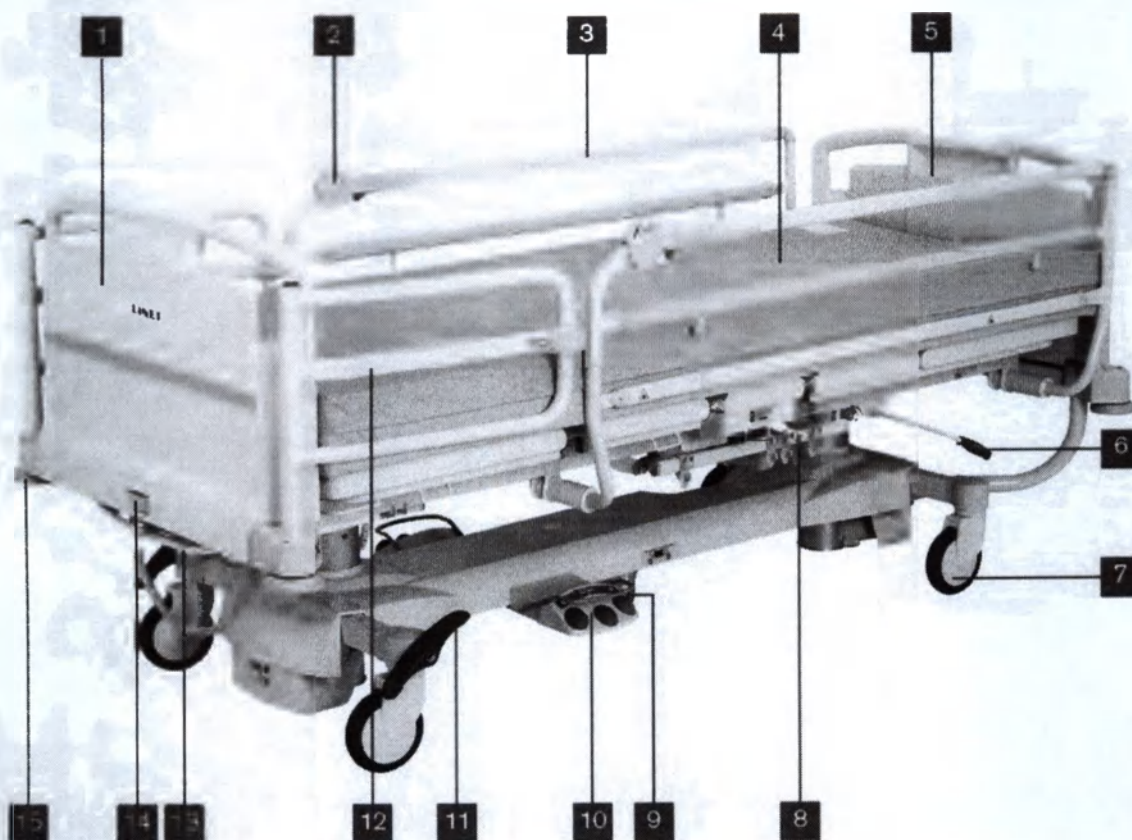

Рис. 5 Наименование частей и компонентов Eleganza 2 – со сплошными боковыми ограждениями.
- ❖ Нажмите на фиксатор блокировки торцевого ограждения в сторону указанную стрелкой на Рис. 5. Замок разблокирован (2).